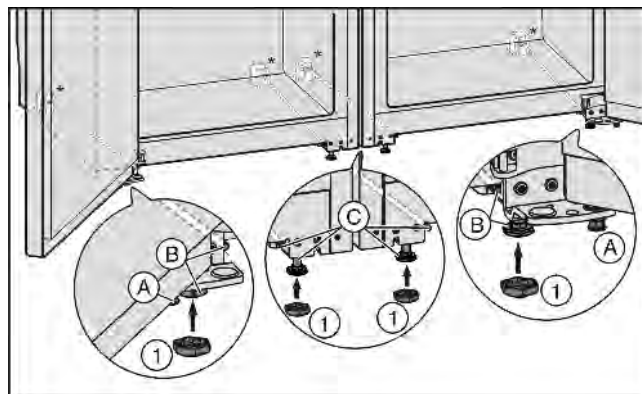

Fig. 4
- При необходимости полностью закрутите установочные ножки Fig. 4 (A) с передней стороны обоих устройств, чтобы они не касались пола.
- Насадите колпачки Fig. 4 (1) на четыре передние установочные ножки.
- ▶ Закрутите средние установочные ножки Fig. 4 (C), чтобы они не касались пола.
- ▶ Выровняйте комбинацию с помощью внешних установочных ножек Fig. 4 (B).
- ▶ Опустите средние установочные ножки Fig. 4 (C) пока они не соприкоснутся с полом.
- ▶ После этого подприте подпорками дверь: Опустите установочные ножки Fig. 4 (A) на опорном кронштейне до их соприкосновения с полом, после этого поверните их на 90°.